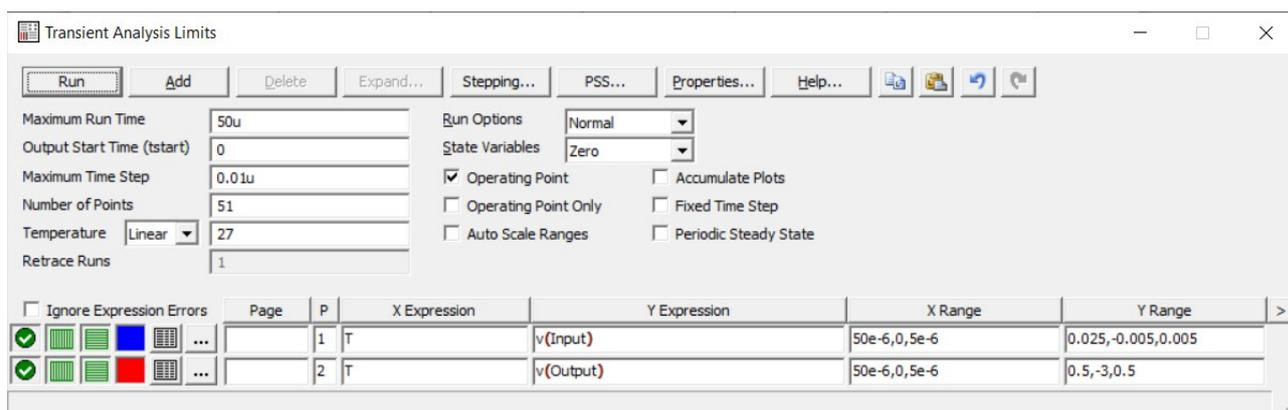

Рисунок 18 – Скриншот диалогового окна Transient Analysis Limits с заданными параметрами расчета переходных процессов на входе и выходе каскада
6) сочетанием клавиш Alt+1 открыто диалоговое окно Transient Analysis Limits (рисунок 18);